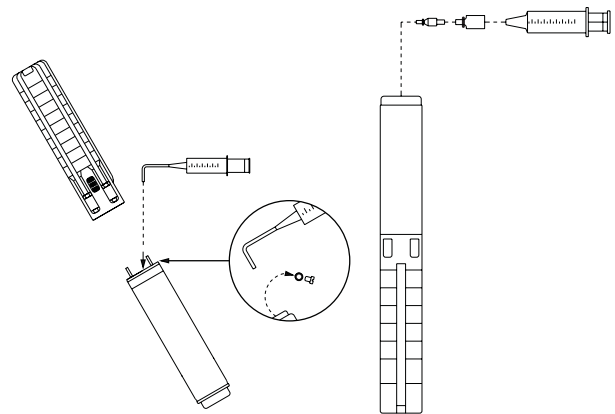

Fig. 2 Placering af pumpen under påfyldning – MS 4000 og MS 402
1. Placer dykpumpen som vist på fig. 2.
3. Pump væske ind i motoren med fyldesprøjten, fig. 2, indtil væsken løber ud af påfyldningshullet.